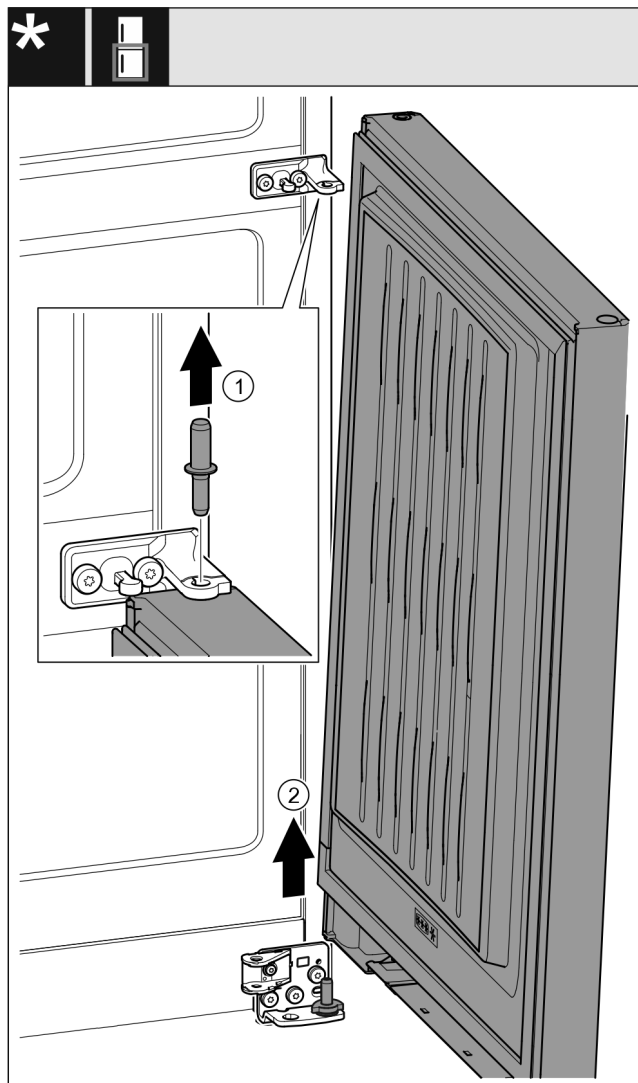

Fig. 25 *
- ▶ Húzza ki felfelé a csapszeget Fig. 25 (1)*
- ▶ Fordítsa ki az ajtót Fig. 25 (2), húzza fel, és tegye félre.*